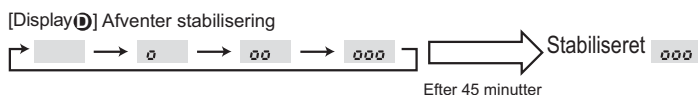

Fig. 9-3
③ Tryk på **FILTER** (↔) -knappen for at bekræfte indstillingen. (Fig. 9-3)